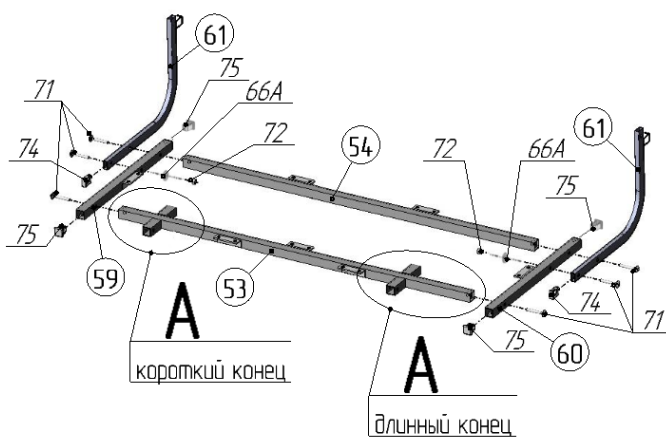

Рис.22.1 Положение штанги поз.53 при установке стола слева
24. В тяги-уголки поз.61 вставить заглушки 10x20 поз.74 (рис.22.1, 22.2). К штангам поз.53,54 присоединить штанги поз.59,60, тяги-уголки поз.61, используя винты М6х40 поз.71, в соответствии с рисунком 22.1 или 22.2. Штангу поз.53 расположить в соответствии с тем, - слева или справа короба устанавливается стол (выноска А), (рис.22.1, 22.2, 19.1, 19.2). В двух местах соединить штанги поз.59,60 с тягами-уголками поз.61, используя гайки М6 со стопорным кольцом поз.72, винты М6х40 поз. 71, поз.59,60 вставить заглушки 20x20 поз.75 (рис.22.1, 22